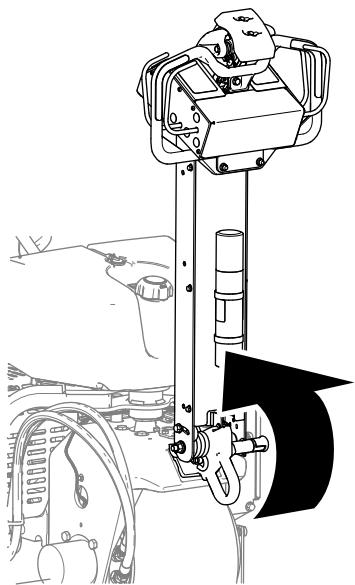

Figura 65
- Levante a barra de ligação totalmente para engatar o travão de estacionamento (Figura 65).